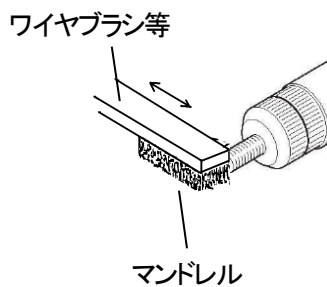

図6-1
- (1) ワイヤブラシ等で、マンドレルに付着した金属粉を除去してください。(図6-1)